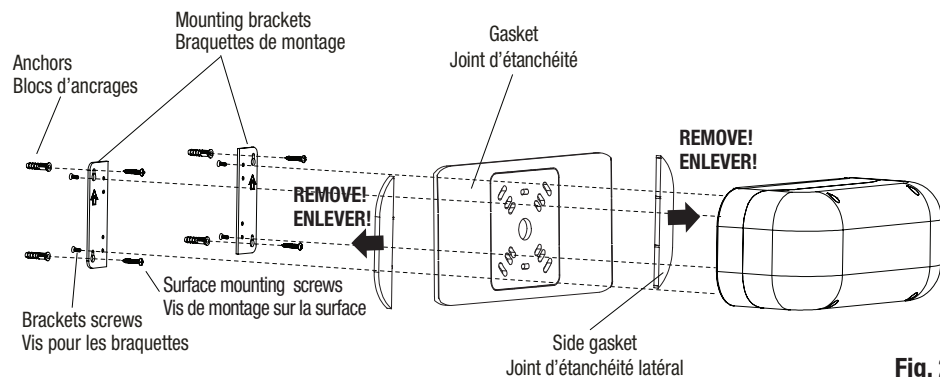

Fig. 2
- 4.b For installation with mounting brackets (Fig. 2) only, drill the appropriate central hole following the designated drill pattern in the back housing. Remove the sides parts of the gasket and paste it on the back of the unit and route wires through the central hole. Mount the brackets on the back housing using the four screws provided in the hardware bag (use screwdriver PH2X). Place the housing on the required surface and use the bracket holes as a drilling template. Drill the four holes and fix the mounting anchors inside each hole.
- 6.b For installation with mounting brackets (Fig. 2) only, mount the fixture on the surface using the two brackets and the four mounting screws provided (use screwdriver PH3X). Tighten the screws enough to compress the gasket to ensure a good sealed joint.
- 4.b Pour installation avec braquettes de montage seulement (Fig. 2), percer le trou central appropriés en suivant le modèle de perçage désigné dans le boîtier arrière. Retirer les parties latérales du joint d'étanchéité et collez-le correctement à l'arrière de l'unité et passer les fils électriques par l'orifice central. Monter les braquettes sur le boîtier arrière à l'aide des quatre vis fournies dans le sachet de pièces (Utiliser le tournevis PHx2). Placer le boîtier sur la surface requise et utiliser les trous du support comme gabarit de perçage. Percer les quatre trous et fixer les ancrages de fixation à l'intérieur de chaque trou.
- 6.b Pour installation avec braquettes de montage seulement (Fig. 2), fixer l'unité en place avec l'aide de deux supports et les quatre vis de montage incluses (utiliser le tournevis PHx2). Serrer les vis suffisamment pour comprimer le joint d'étanchéité pour assurer un joint scellé.